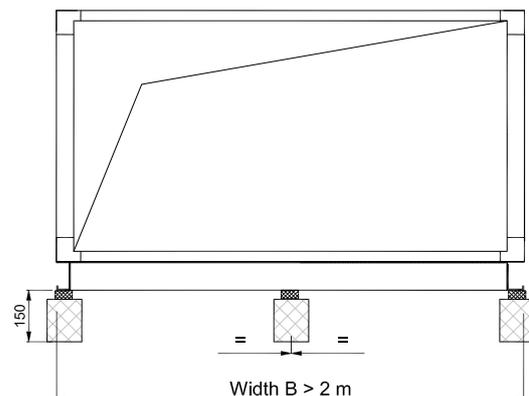

Bild 10
- **Wichtig:** Lüftungsgeräte mit einer Breite von 2 m oder mehr müssen zusätzlich in der Mitte des Lüftungsgeräts unterstützt werden (siehe Abbildung 10).